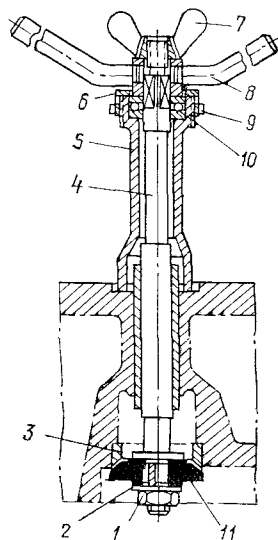

Рис. 117. Приспособление для обработки рабочей фаски седла клапана:
1) седла клапанов в головке блока, посадку седел в головке и состояние рабочих фасок. При слабой посадке седло выпрессуйте из гнезда, подрежьте с торца меньшего диаметра конуса и вновь запрессуйте. Подрезку седла по высоте производите не более чем на 0,4 мм. Если рабочая фаска седла имеет износ, а после подрезки седло глубоко садится в рабочую головку, замените его. Раковины и выработку на рабочих фасках выведите специальной фрезой (рис. 117);